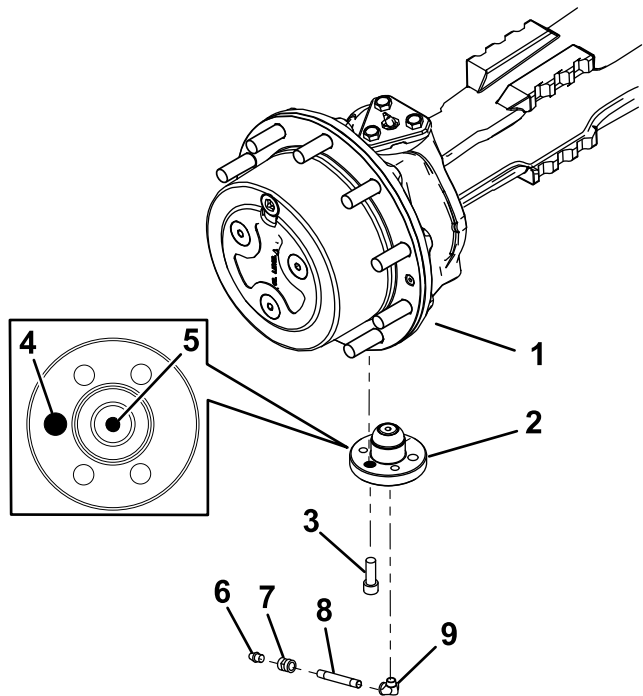

Figura 2
1. Instale un engrasador con codo de 90°, un tubo, un acoplamiento y un engrasador en el pivote inferior (Figura 2).
2. Alinee los taladros en el pivote inferior (Figura 2) con los taladros del cubo mediante la instalación ligera de 2 pernos (M14—2.00 x 30 mm o 60 mm).
3. Instale el pivote inferior con un perno de cabeza hueca (M14—2.00 x 40 mm, Clase 12.9) como se muestra en Figura 2.